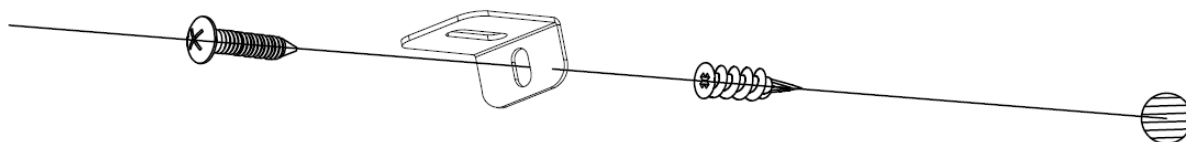

Fig 1-3
C. Den Kunststoffanker (**C**) in der trockenen Wand montieren, danach die längere Schraube (**B**) (im Lieferumfang enthalten) durch die Öffnung in der „L“-Stütze im Anker montieren, um die Feuerstelle an der Wand zu befestigen (**Fig 1-3**)